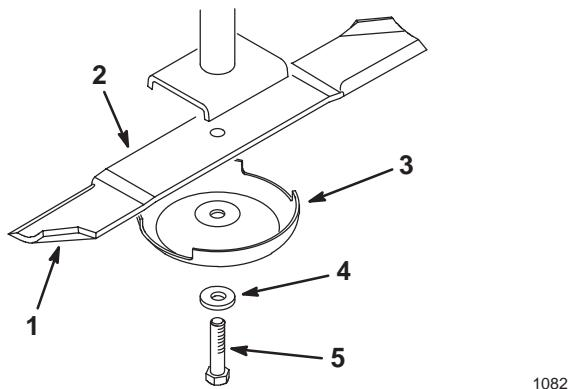
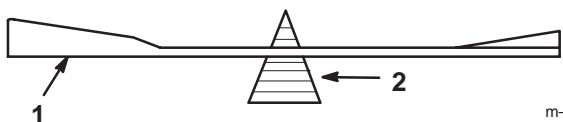

Bild 13
Bild 15
Halten Sie das Ende des Messers mit einem stark wattierten Handschuh, oderwickeln Sie einen Lappen um es herum. Entfernen Sie die Messerschraube, die Sicherungsscheibe, die Antiskalpierkuppe und das Messer (Bild 13) von der Spindelwelle.
2. Überprüfen Sie die Auswuchtung des Schnittmessers auf einer Messerwaage (Bild 15). Wenn das Schnittmesser in seiner horizontalen Position bleibt, ist es ausgewuchtet und kann wiederverwendet werden. Feilen Sie, wenn das Schnittmesser unwuchtig geworden ist, ein wenig Metall vom Ende des Windflügelbereichs ab (Bild 13). Wiederholen Sie diesen Vorgang, bis das Messer ausgewuchtet ist.
1. Bringen Sie das Messer und die Antiskalpierkoppe auf der Spindelwelle an (Bild 13).
- Bringen Sie die Sicherungsscheibe und die Messerschraube an (Bild 13). Ziehen Sie die Messerschraube mit 115 bis 149 Nm an.